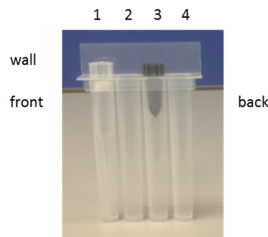

Abbildung 12: Anordnung der Spitzen in der Pipettenspitzen-Kassette
Sicherstellen, dass die Spitze (1) und der Durchstecher (3) wie in der folgenden Abbildung gezeigt platziert sind (Abbildung 12).